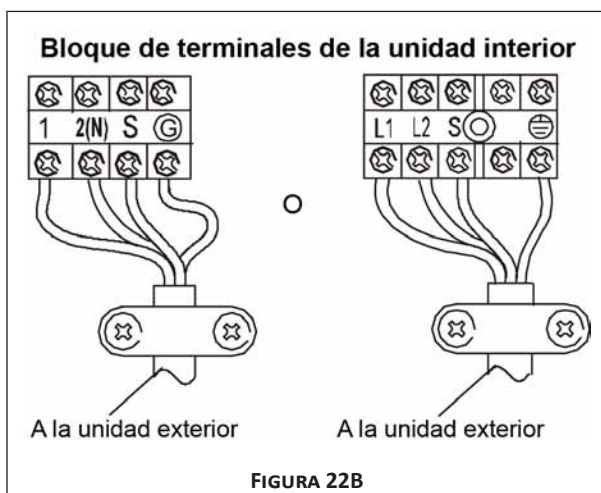

FIGURA 22B
4. Asegúrese de que el color de los cables de la unidad exterior y los números de las terminales sean los mismos que los de la unidad interior. Figura 22B.